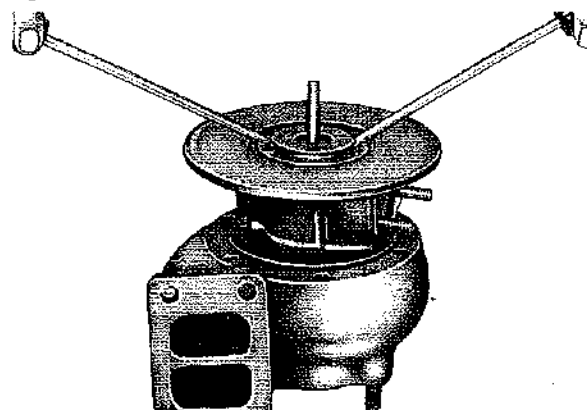

Fig. 118
- Anello di tenuta 15, flangia 14 utilizzando due cacciaviti (Fig. 118) e piastra reggispinta 7.